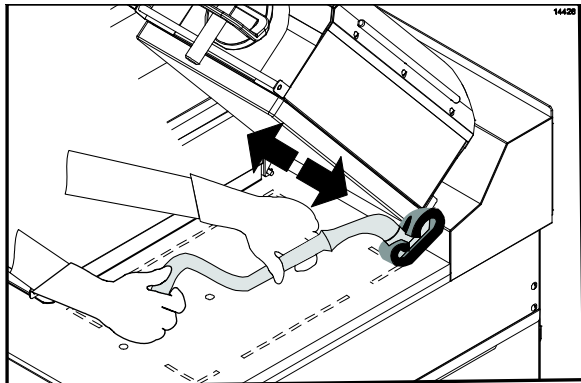

Figura 91
17. Aplique a solução de limpeza do grill no lado posterior dos platens, percorrendo os platens da direita para a esquerda. (Veja a Figura 91.)